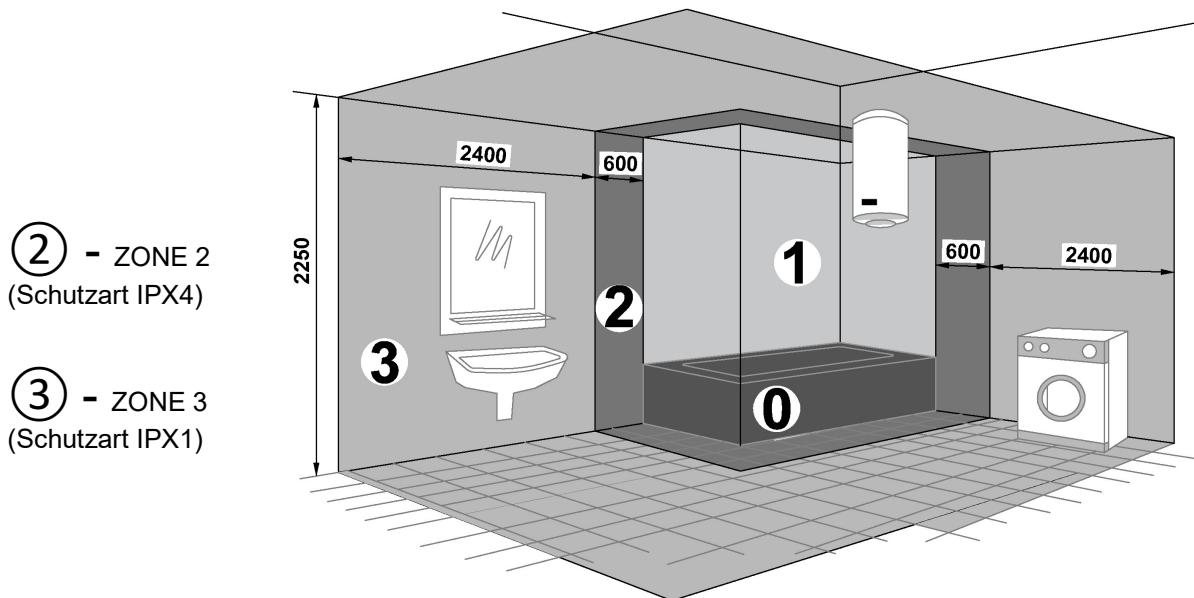

Abb. 1: Einteilung der Zonen im Badezimmer
- Die Wasserbeständigkeitssklasse des Reglers beträgt I. Bei einer Installation im Badezimmer ist der Regler in der Form in der Zone 3 (siehe Abb. 1) zu installieren, dass er sich außerhalb der Reichweite von Personen befindet, welche die Dusche oder Badewanne benutzen.